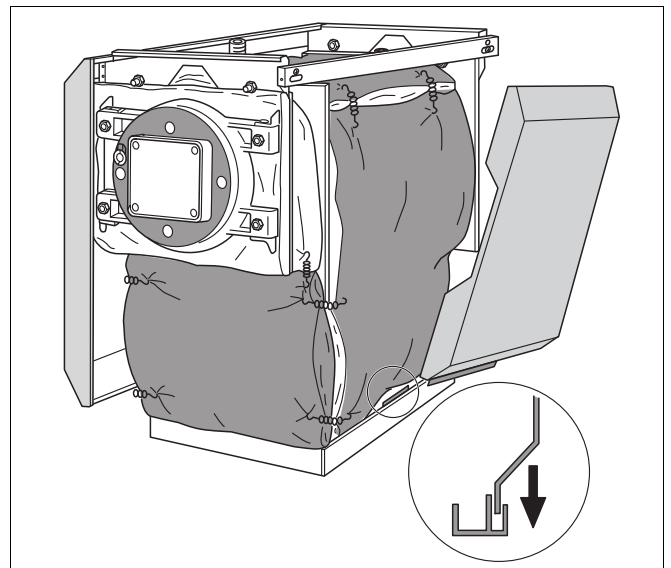

Рис. 12 Установка боковых стенок
- Вставьте внизу боковые стенки отбортовкой за раму котла и в середине в вырез (рис. 12).